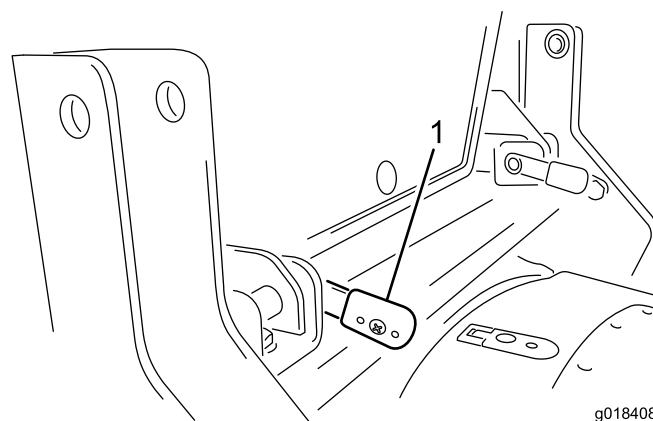

Figura 15
4. Quando le leve sono completamente inserite, ruotatele all'indietro per bloccarle in posizione (Figura 15).